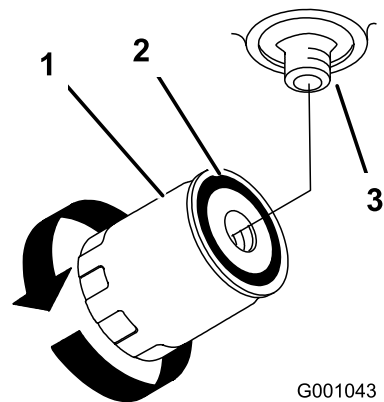

Figure 48
9. Quand le filtre hydraulique est plein, tournez le filtre à huile dans le sens horaire jusqu'à ce que le joint touche l'adaptateur, puis donnez un 1/2 tour supplémentaire (Figure 48).